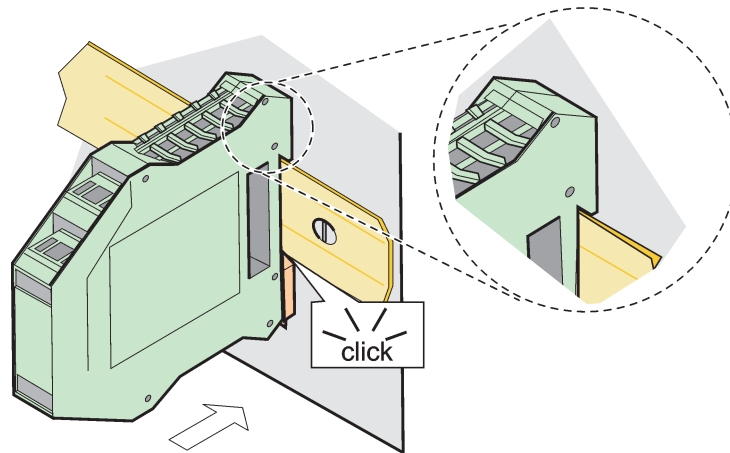

图 73 连接扩展组件
3. 向下旋转组件，将其接入 DIN 导轨，直到听到接入的声音（图 73）。